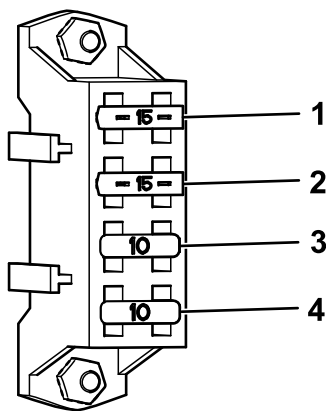

Figura 53
4. Înlocuiți siguranțele arse (Figura 53).